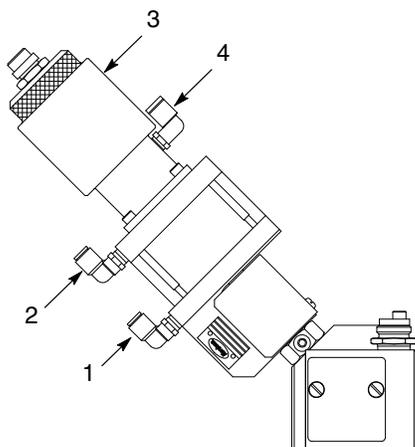

Figura 7 Tipico funzionamento della pistola CE20
1. Vedi figura 7. Avviare l'erogazione del materiale attivando il foro aria pistola aperta (1).
3. Per la chiusura supportata da aria, attivare il foro aria pistola chiusa (2).
4. Per le pistole con gruppo opzionale di chiusura a molla (3), fornire minimo 4,8 bar (70 psi) al foro d'entrata aria (4) per disattivare il gruppo di chiusura a molla.